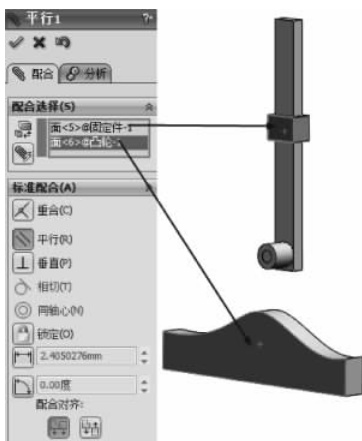

图 3-37 平行配合
(7) 选择【标准配合】选项组下的【平行】配合类型,在【要配合的实体】选择框中选择如图 3-37 所示的面,其他保持默认,单击【确定】按钮,完成平行配合。